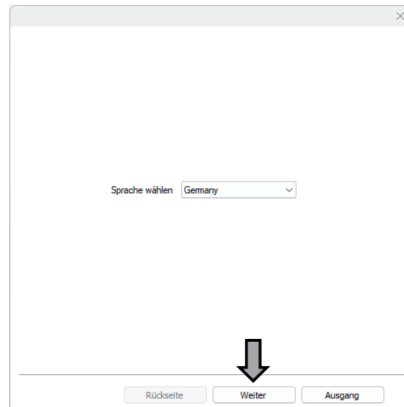

Fig.16
- ② Öffnen Sie die Installationsoberfläche des Druckertreibers, wählen Sie Ihre bevorzugte Sprache aus und klicken Sie auf „Weiter“ (siehe Abbildung 16).